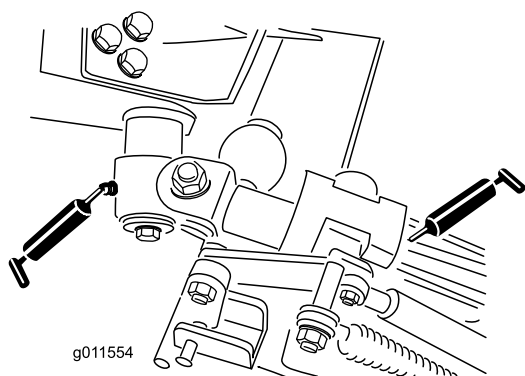

Bild 50
- Zwei Kipphebel-Drehbüchsen (Bild 50)
- Vier hintere Armbüchsen (Bild 50)